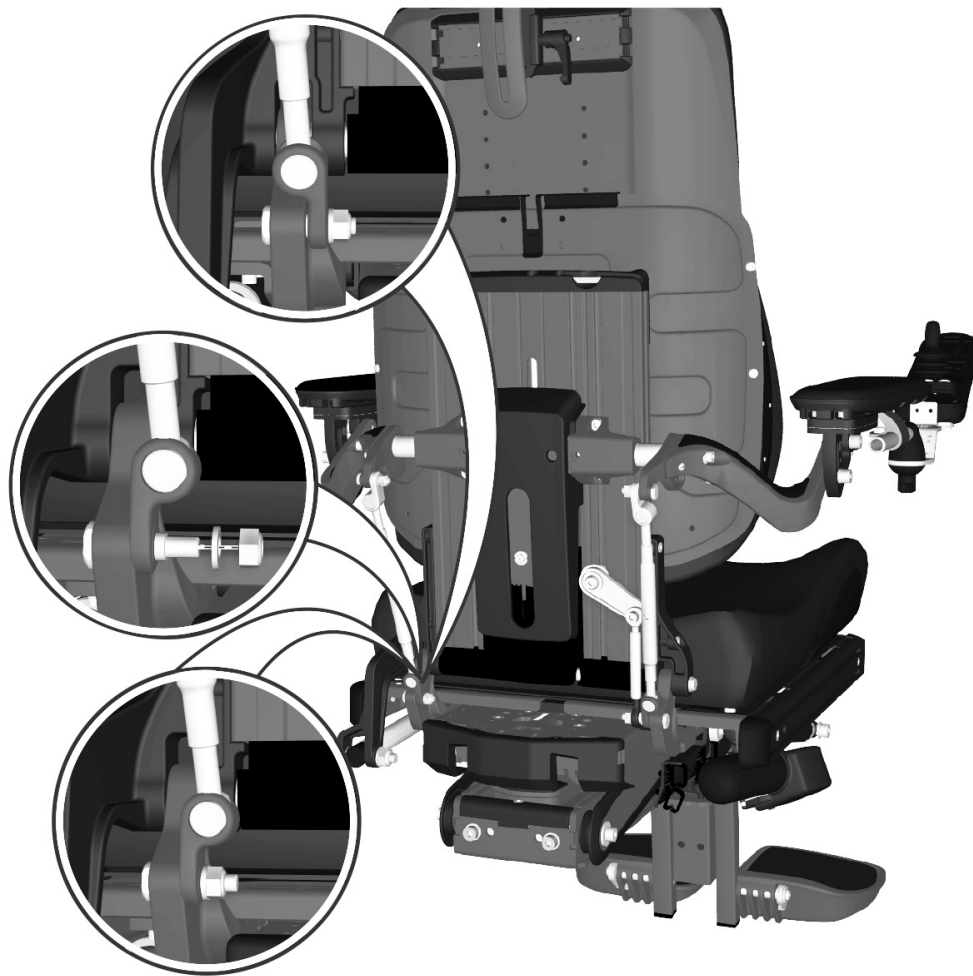

Abbildung 205. Halterung um 180° wenden, sodass die Einstellstange näher zur Mitte des Sitzes gebracht wird.
1. Untere Halterung der Einstellstange abmontieren, die mit einer Schraube, Scheibe und Mutter montiert ist. Siehe Abbildung 205(1).
2. Halterung um 180° wenden, sodass die Einstellstange näher zur Mitte des Sitzes gebracht wird. Siehe Abbildung 205(2).
3. Untere Halterung der Einstellstange in der neuen Position mit Schraube, Scheibe und Mutter wieder anbringen. Siehe Abbildung 205(3).